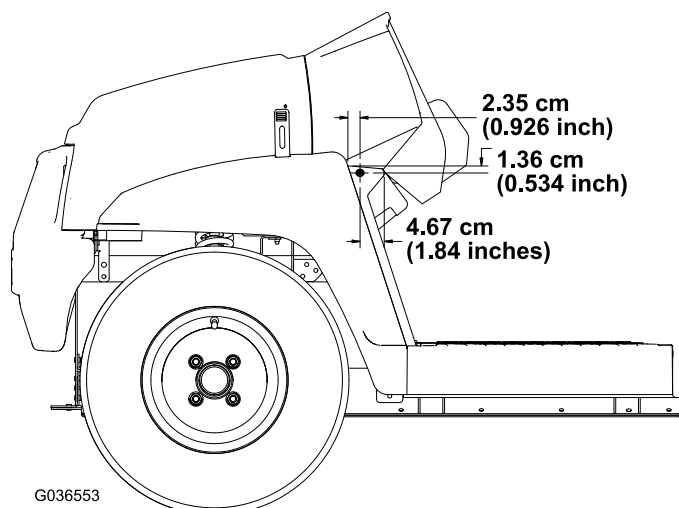

Figure 4
3. En vous aidant des dimensions indiquées à la Figure 4, percez 1 trou ($\frac{5}{16}$ ") à l'extérieur du repose-pied sur les côtés droit et gauche de la machine.